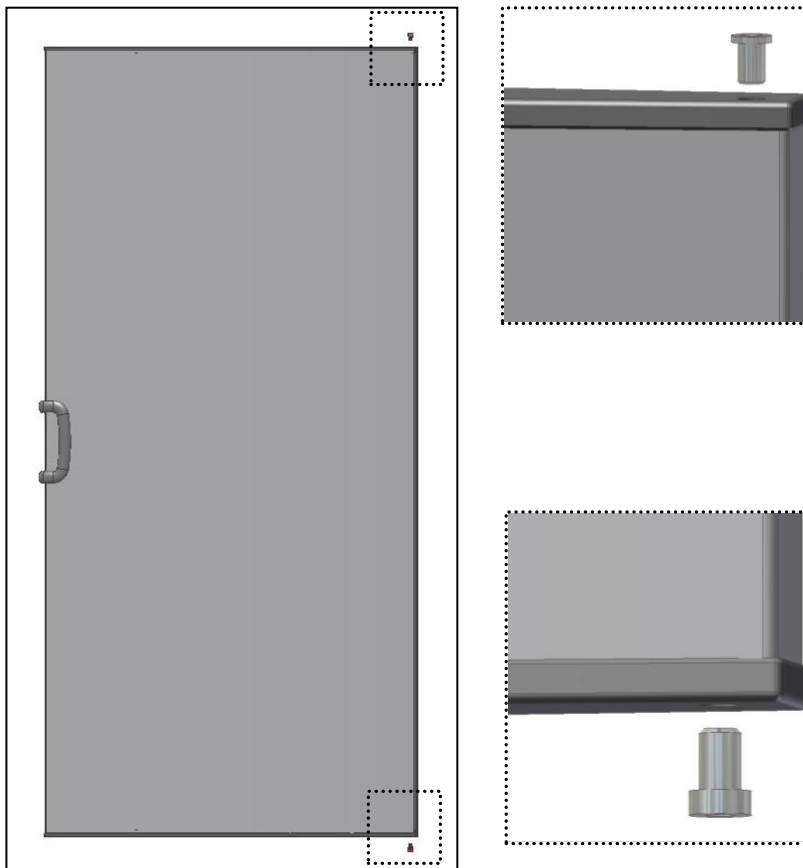

Abb. 8
- Stellen Sie die Hülse auf der Ober-und Unterseite der Tür (Abb.8);